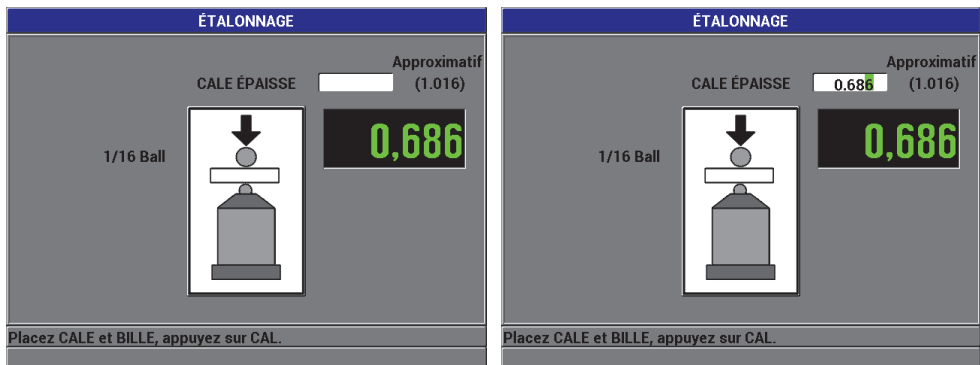

Figure 4-9 Point d'étalonnage CALE ÉPAISSE
6. Point CALE ÉPAISSE : L'appareil vous demande de placer une cale d'étalonnage épaisse et une cible spécifiques sur l'extrémité de la sonde. L'épaisseur de ce point d'étalonnage épais variera en fonction de la bille, du disque ou du fil sélectionné. L'épaisseur approximative de la cale est affichée dans la boîte de mesure inférieure. Appuyez sur la touche [CAL] pour transférer la mesure à la boîte de texte, utilisez les flèches pour entrer l'épaisseur connue de la cale d'étalonnage, et puis appuyez sur la touche [CAL] (voir la Figure 4-9 à la page 92).